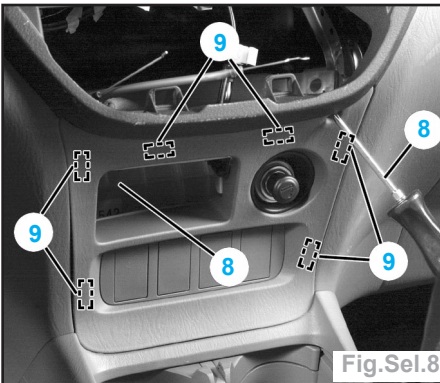

Fig.Sel.8
- déclipper la commande de chauffage (7) et la déposer,
- déposer les 2 vis de fixation (8) de la façade inférieure (fig.Sel.8),